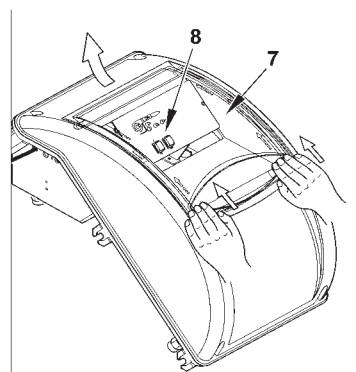

Рисунок 4
- 4) Для закрытия крышки электрического щита, закрутите 4 винта (1), используя момент затягивания, равный приблизительно 5 Нм, для обеспечения правильного уплотнения. Теперь можно получить доступ к панели управления (8), отцепивая прозрачное окошко (7) лёгким надавливанием руки в направлении стрелок, как указано на рис. 4. Подождите, пока окошко немного продвинется, после чего отделите его от крышки.
- 5) Для правильного расположения прозрачного окошка на щите поступайте в соответствии с рисунком 5: поместите крюки в соответствующие гнёзда (9), продвиньте окошко в направлении, указанном стрелкой, пока не услышите лёгкий щелчок. Теперь обеспечено должное уплотнение.